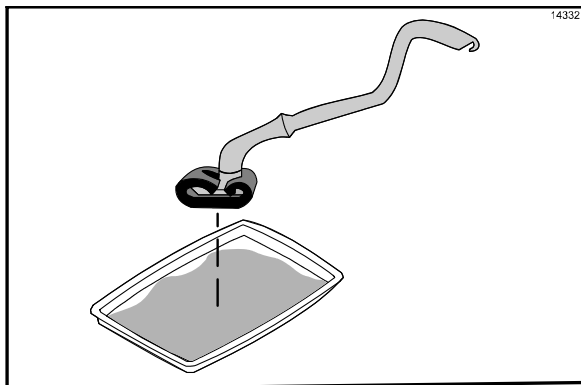

Figura 47
14. Mergulhe o porta-esponja Kay para limpeza do grill na solução de limpeza. (Veja a Figura 47.)